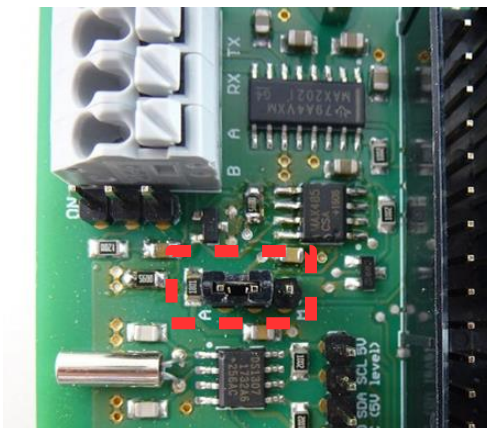

Abbildung 84: Jumper für Sende-/Empfangs-Umschaltung der RS485-Schnittstelle
- Jumper in Stellung „A“ (Standard-Einstellung – Abb. 84)
- Jumper in Stellung „M“ (Abb. 84)